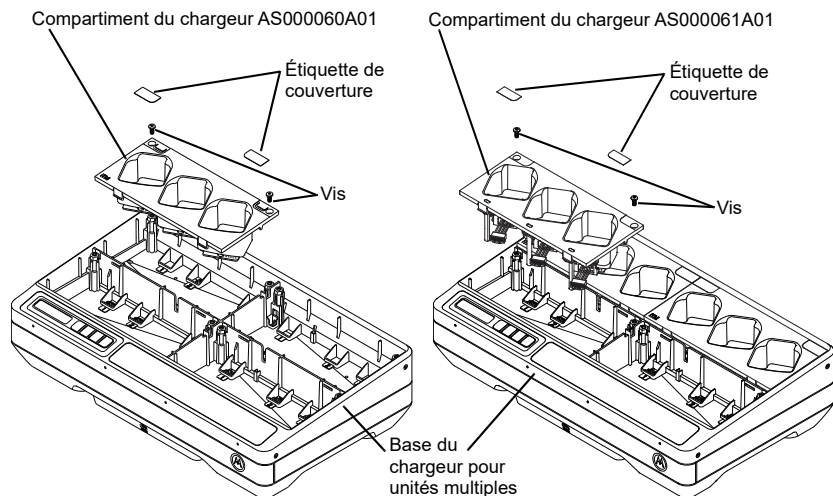

Figure 7 : installation et retrait du compartiment de charge
4. Retirez le faisceau électrique en tirant le connecteur vers le haut (reportez-vous à la Figure 7).